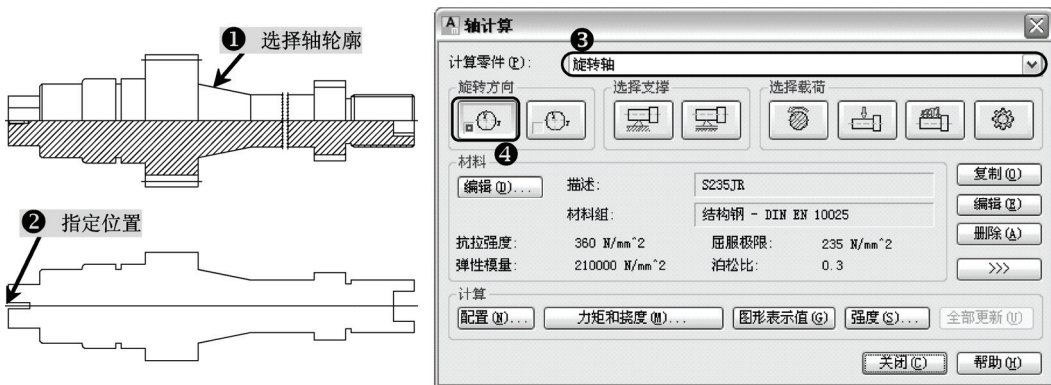

图 13-10 执行轴计算命令
- 2) 执行“轴计算”命令（amshaftcalc），选择轴轮廓，系统将绘制一个轴的外形轮廓，指定该轮廓的位置，弹出“轴计算”对话框，在“计算零件”选项中选择“旋转轴”，在“旋转方向”选项中选择“逆时针”，如图 13-10 所示。